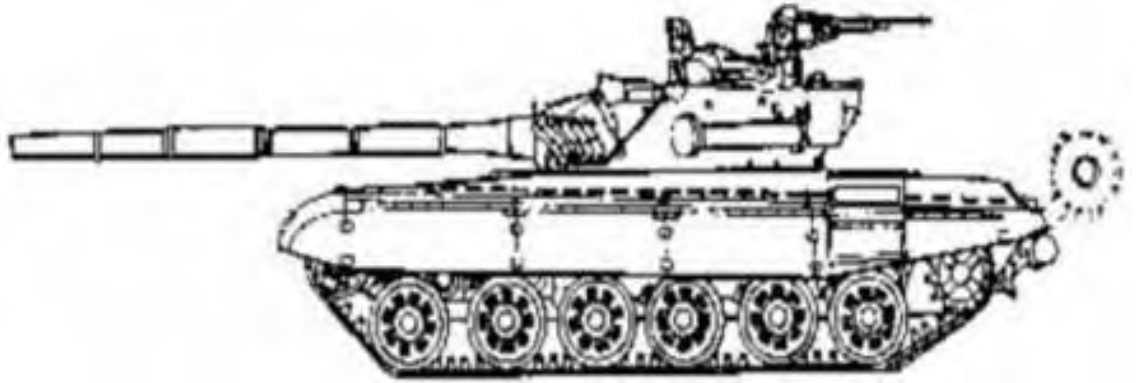
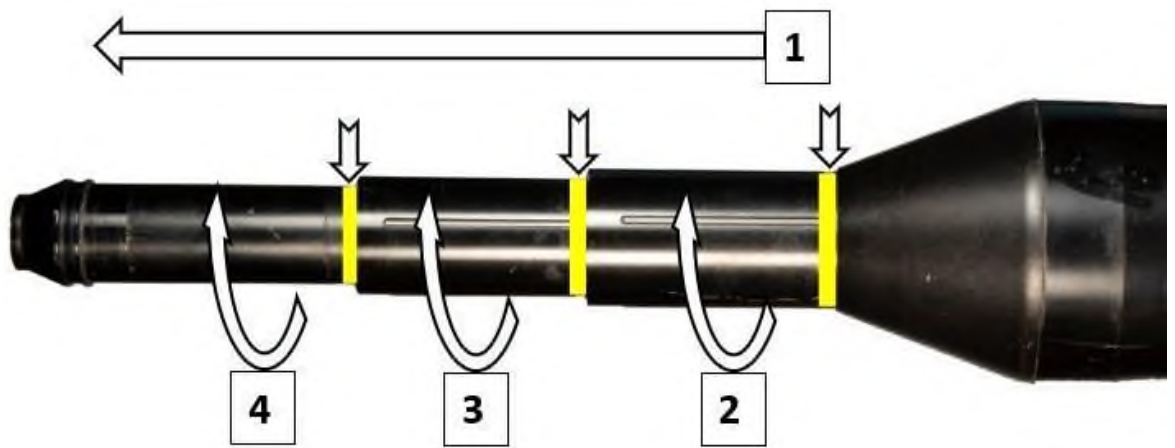

Рисунок 5.5 – Основний бойовий танк
Рисунок 5.6 – Стріжень назвні
- 1) у випадку типової цілі танк (рисунок 5.5) – стрижень назовні – потягнути і крутити, поки не з'являться 3 жовті кільця (рисунок 5.6);